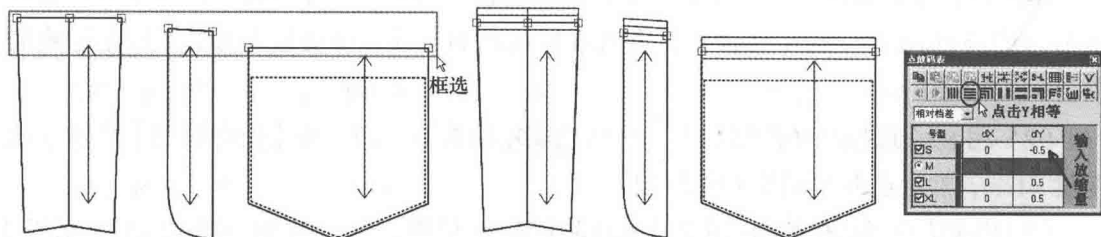

图5-34 里襟、门襟、后贴袋放缩效果图
(4) 用 【选择纸样控制点】工具框选里襟、门襟、后贴袋上口，在【纵向放缩】栏输入放缩量 -0.5cm ，然后点击 Y 相等（图 5-34）。